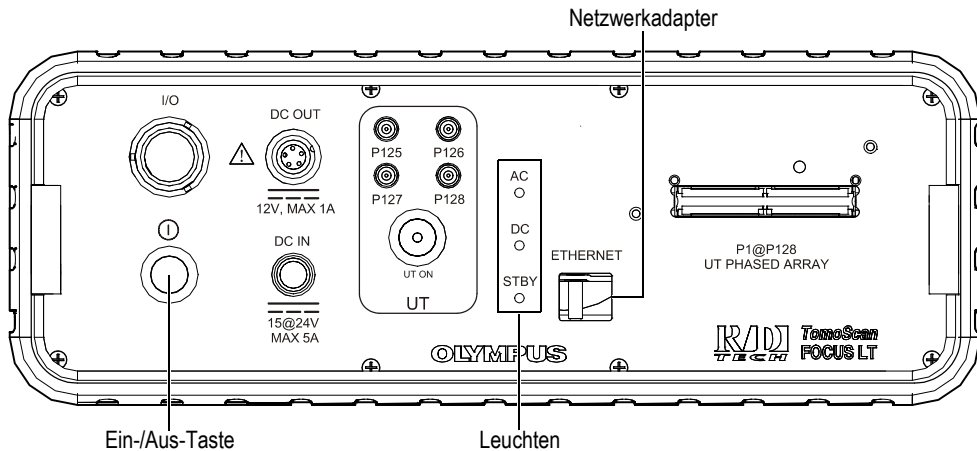

Abbildung 1-13 Vorderseite des FOCUS LT
- ◆ Drücken Sie bei einem FOCUS LT die Ein-/Aus-Taste an der Vorderseite (siehe Abbildung 1-13 auf Seite 35) und warten Sie bis die Leuchte STBY nicht mehr blinkt und so die Betriebsbereitschaft des Geräts anzeigt.